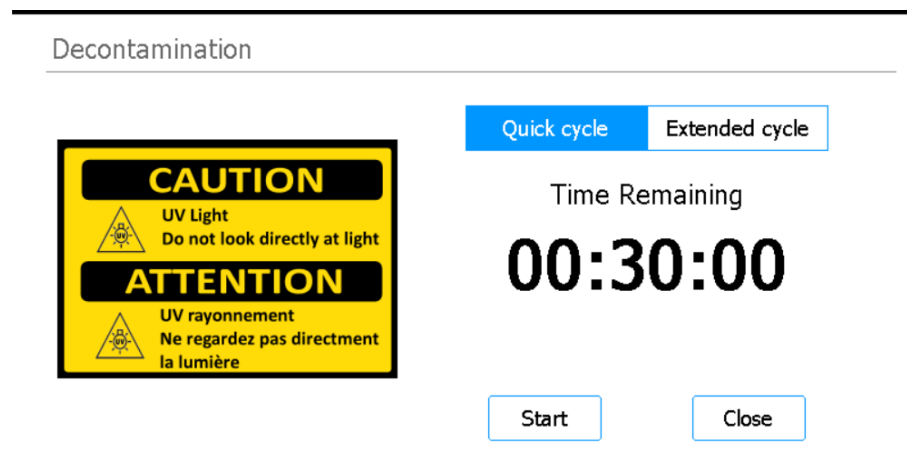

Figura 5 Pantalla Decontamination con Quick cycle seleccionado
- 3 En la parte superior de la pantalla, seleccione **Quick cycle**, como se muestra en la **Figura 5**